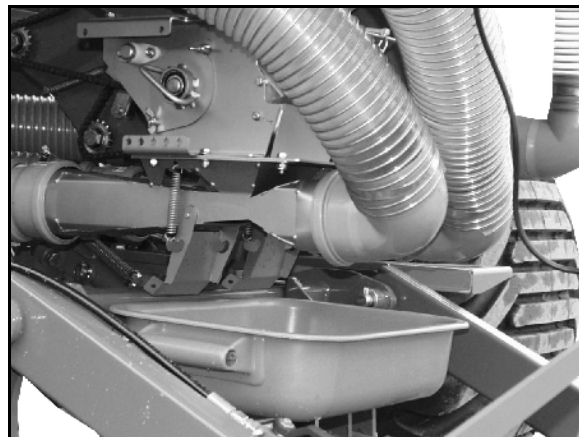

Рис. 96
3. Проконтролируйте норму высева: разверните лоток и снова установите его на держатели (Рис. 96).